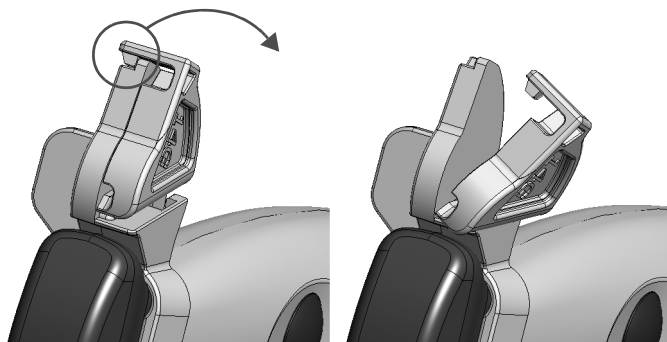

Рисунок 9. Нажать для открытия направляющей для иглы на Датчик типа 8862 для краниотомического отверстия.
- 1 Удерживать датчик левой рукой. Правой рукой осторожно надавливать на вкладыш направляющей для иглы сбоку, пока он не откроется (см. Рисунок 9).